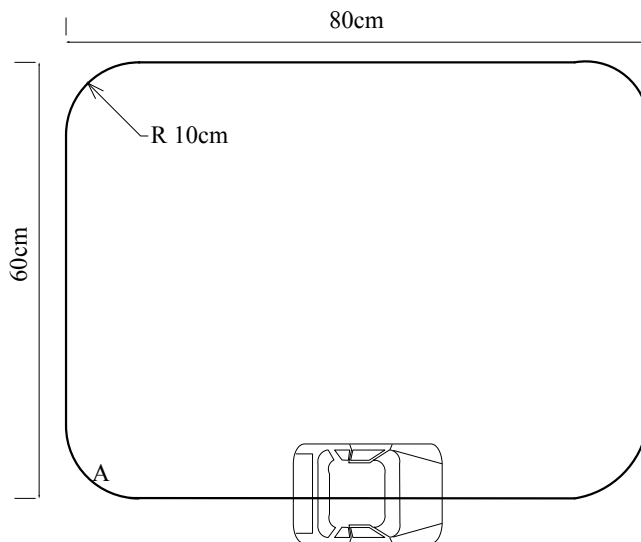

图 1. 电动小车行驶轨迹示意图
（1）小车起始点为图 1 中的 A 点。打开直流稳压电源给充电装置供电，开始无线充电，1 分钟后关闭直流稳压电源。当电动小车检测到发射器停止充电发射时，立即自行启动，沿场地的黑色轨迹循迹行驶 1 圈。黑色轨迹线宽 1.8cm 左右，为圆角矩形形状，如图 1 所示。场地建议采用白色哑光喷绘布制作。（20 分）
5. 基本要求 (2) 测试中, 可以沿图 1 的长边轨迹行驶, 也可以不循迹行驶。
7. 如果发挥部分完成, 可以合并测量基本要求 (2)、发挥部分 (1) 和 (2), 只测量发挥部分 (2)。测量结果如果行驶距离大于 0.5 米, 基本要求 (2) 给满分; 行驶距离不小于 1 圈, 发挥部分 (1) 给满分。